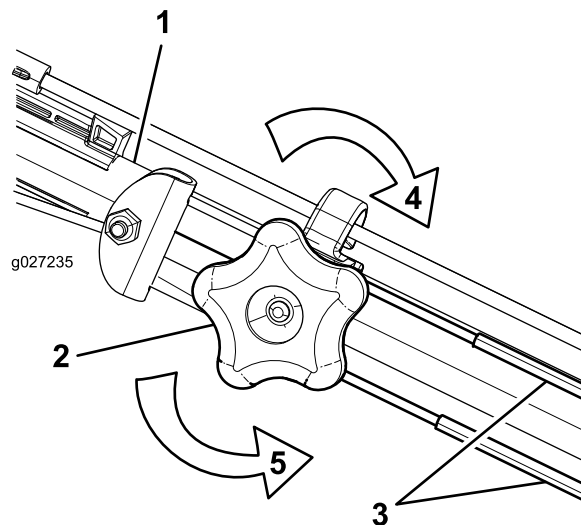

Figura 31
- Gire el pomo de ajuste en sentido antihorario para aflojar el cable (Figura 31).
- Ajuste la tensión de los cables (Figura 31) tirando de ellos hacia atrás o empujándolos hacia adelante, y sujételos en esa posición.